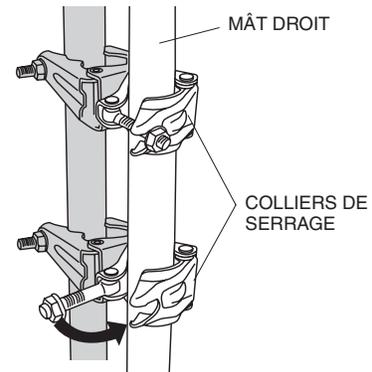

Figure 13. Fixation du mât d'extension
4. Fixer le mât droit aux colliers de serrage. Serrer les contre-écrous sur les deux colliers. Voir Figure 13.